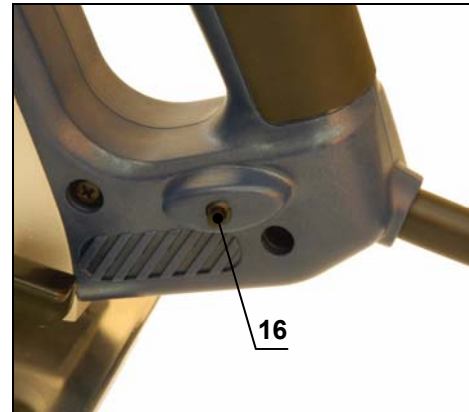

Рис.15
**Внимание:** после срабатывания защиты, инструмент должен остыть 15-30 мин. Для продолжения работы оператор должен нажать на кнопку сброса (16) рис. 15.